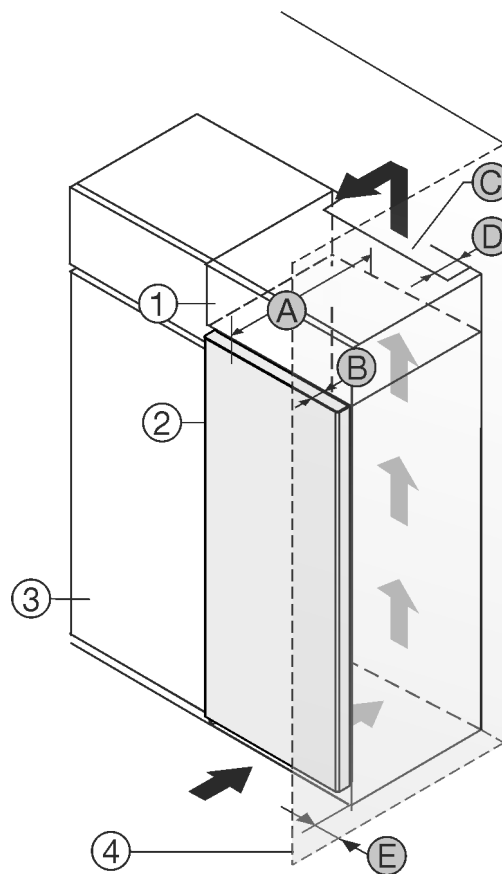

Fig. 1
- (1) Armario superior
- (2) Aparato
- (3) Armario de cocina
- (4) Pared
- (A) Profundidad de aparato
- (B) Profundidad de puerta
- (C) Sección transversal de ventilación
- (D) Separación de la parte posterior del aparato
- (E) Separación respecto al costado del aparato
Puede colocar el electrodoméstico junto al armario de cocina Fig. 1 (3).
En la parte posterior del armario superior debe estar disponible un pozo de ventilación con la profundidad Fig. 1 (D) sobre la totalidad del ancho de armario superior.
Debajo del techo debe respetarse la sección transversal de ventilación Fig. 1 (C).
Si el electrodoméstico se instala con las bisagras al lado de una pared Fig. 1 (4), la separación entre el mismo y la pared debe ser de por lo menos 13 mm.
Si el electrodoméstico se instala con las bisagras al lado de una pared Fig. 1 (4), la separación entre el mismo y la pared debe ser de por lo menos 20 mm.
A fin de poder abrir completamente la puerta, el electrodoméstico debe sobresalir alrededor de la profundidad de la puerta Fig. 1 (B) en comparación con la parte frontal del armario de cocina Fig. 1 (3) y el empleo de separadores de pared el aparato puede sobresalir aún más.